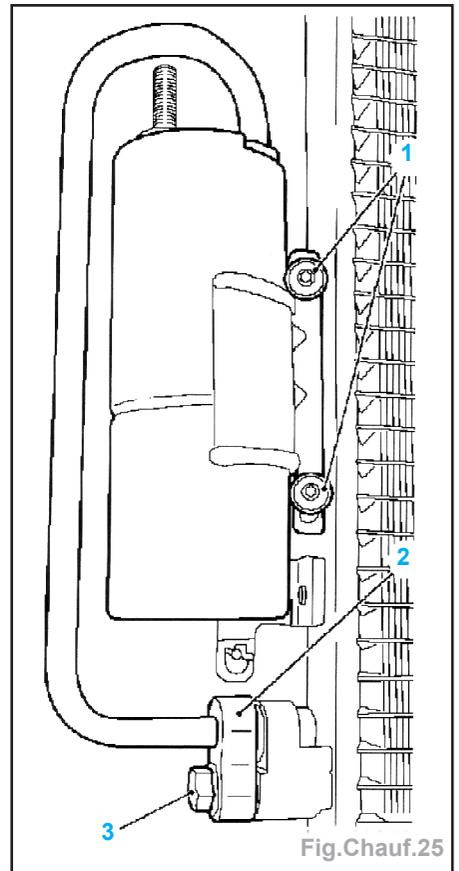

Fig. Chauff.25
- Démontez le réservoir à cartouche dessiccante, la conduite (2) (écrou 3) (Fig. Chauff.25).
- Dévisser le support du réservoir à cartouche (2 vis (1)) et déposer le réservoir.